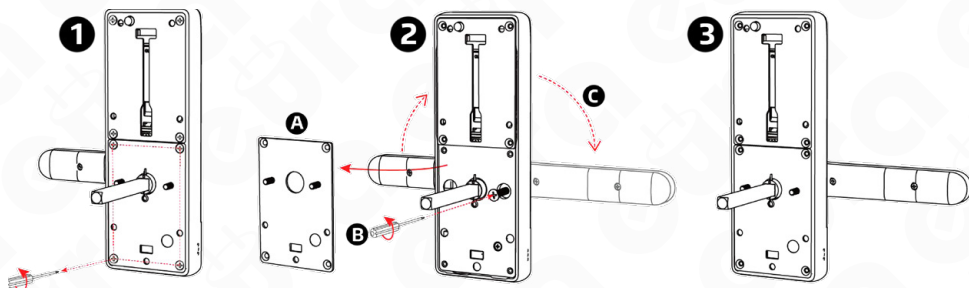

Fig. 6.
- desenroscar los 4 tornillos de la base del cartel que sujetan la tapa (Fig. 6),
- quitar la tapa (fig. 6, pos. 1-A),
- desenroscar el tornillo de bloqueo (fig. 6, pos. 2-B),
- colocar la manilla en el sentido de apertura deseado (fig. 6, posición 2-C)
- instale la tapa y apriete los tornillos de montaje (fig. 6, pos. 3)